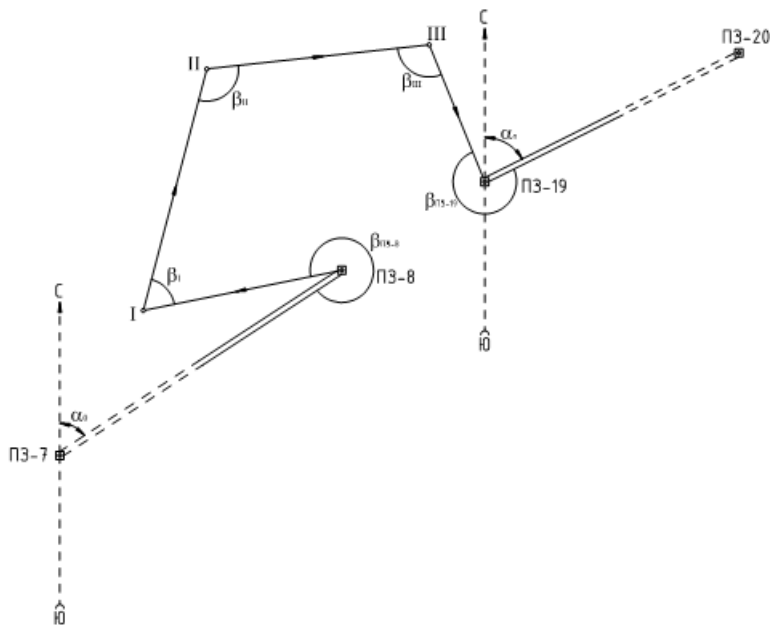

Рис. 1.1. Схема теодолитно-высотного хода съемочного обоснования
1. Для съемки участка местности (лента ЛЗ20, теодолит 2Т30) между двумя пунктами (знаками) полигонометрии ПЗ-8 и ПЗ-19 проложен теодолитно-высотный ход (рис. 1.1).